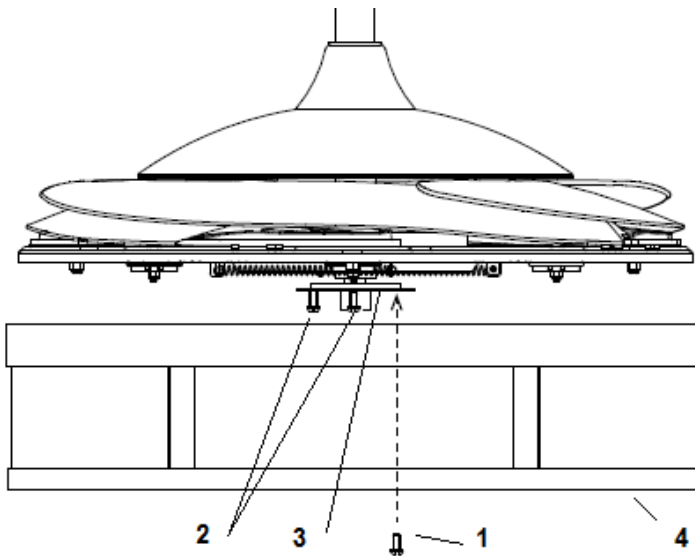

Fig. 6
9. Lösen Sie die Schraube (1) aus der Lampenschirmhalterung (3). Richten Sie die zwei Schlitzschrauben (2) an den Langlöchern des Lampenschirms (4) aus. Abb. 6